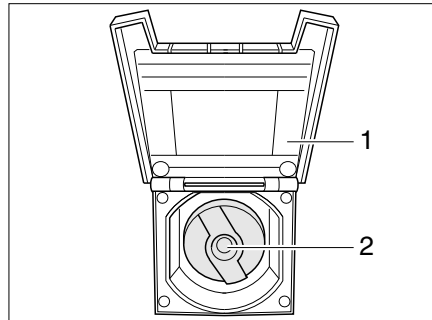

Bild 137 Verschlussdeckel für Trinkwasser-Einfüllstutzen
- Verschlussklappe (Bild 137,1) zum Trinkwasser-Einfüllstutzen öffnen.
- Schlüssel in Schließzylinder (Bild 137,2) stecken und eine viertel Umdrehung entgegen dem Uhrzeigersinn drehen.
- Verschlussklappe (Bild 137,1) schließen.
- Trinkwasser-Einfüllstutzen (Bild 137) öffnen.